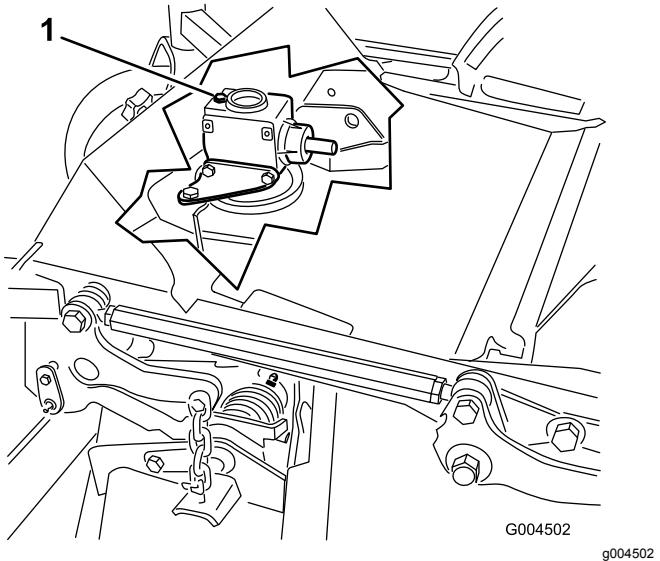

図 63
- ギアボックスの上部についているディップスティック兼給油プラグ(図 63)を取り、オイルの量が、ディップスティックについている2本のマークの間にすることを確認する。
- ギアボックスの上部についているディップスティック兼給油プラグ図 63 を取る。